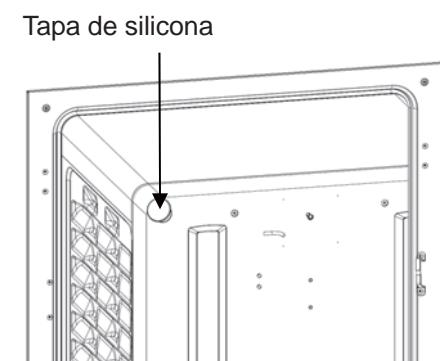
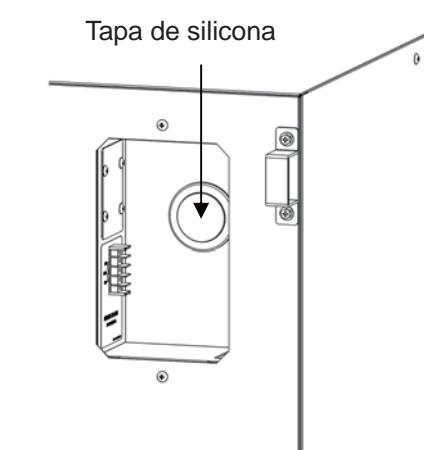

Fig. 7
Fig. 8
8. Retire las tapas de silicona para el puerto de acceso desde el interior (Fig. 7) y exterior (Fig. 8).